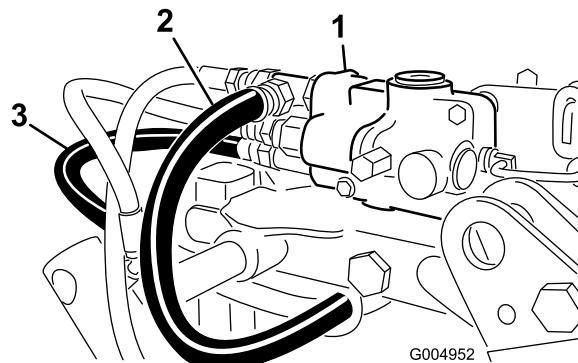

Figure 11
- Acheminez et branchez les flexibles de pression et du réservoir hydraulique au distributeur (Figure 11).